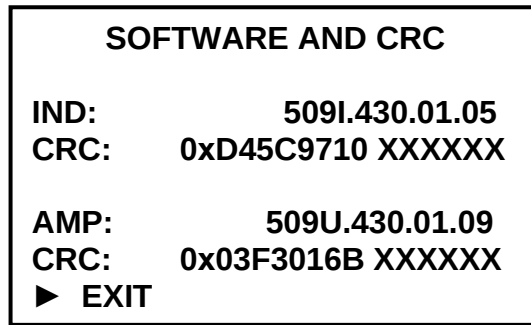

Figure 1.21
- 图 1.21 a, b 出现，表示双通道仪表，传感器未和转换器连接：a 图为两个传感器未链接，B 图为 A 传感器未连接；